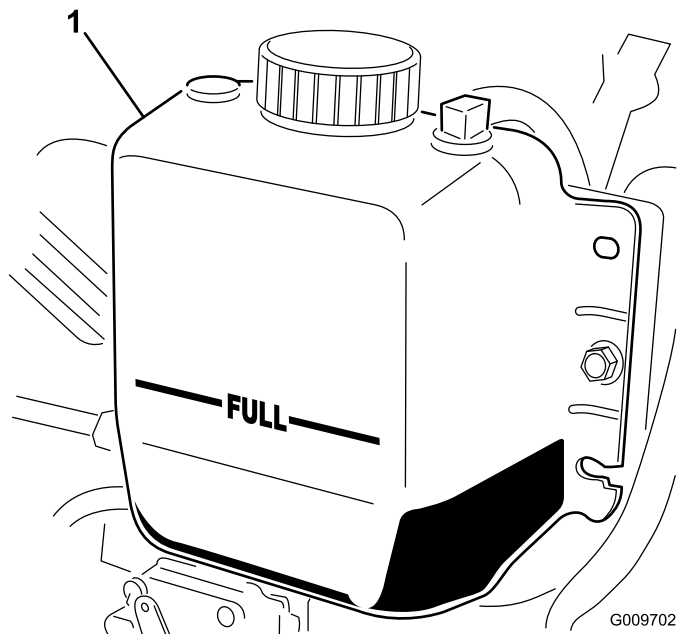

图 37
**注意** 散热器中的冷却液应添加至加油颈的顶部而膨胀水箱中的冷却液应添加至“已满”标记处 (图 37)。